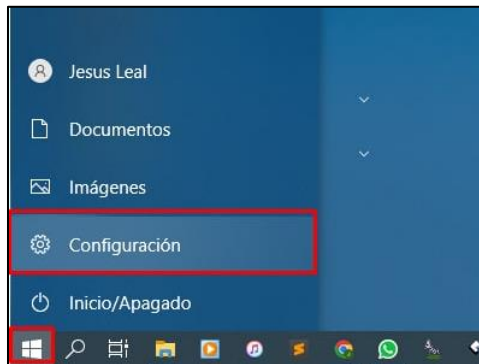

Figura 19
- Se debe ingresar a configuraciones. (figura 19)